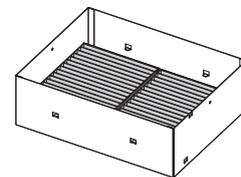

Fig. 3
- Une fois les deux filtres à air fixés (Fig. 3), passez à la section suivante « Fixation du couvercle de filtre longue durée » (➡ page 225).